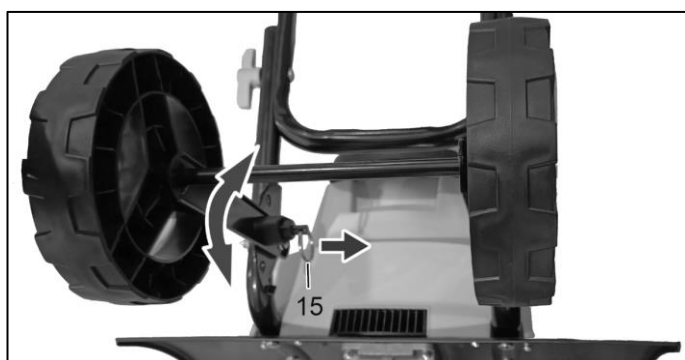

Fig.11
Come cambiare modalità. Estrarre il perno di bloccaggio (15), girare la ruota in posizione superiore o inferiore, quindi rilasciare il perno di bloccaggio (15) per fissarlo in posizione. (Fig. 11)
Estrarre sempre il cavo di alimentazione prima del trasporto! Tirare il perno di bloccaggio (15). Ora è possibile portare le ruote (7) nella posizione inferiore. Assicurarsi che il perno di bloccaggio (15) si innesti nuovamente nella posizione inferiore. (Fig. 11)